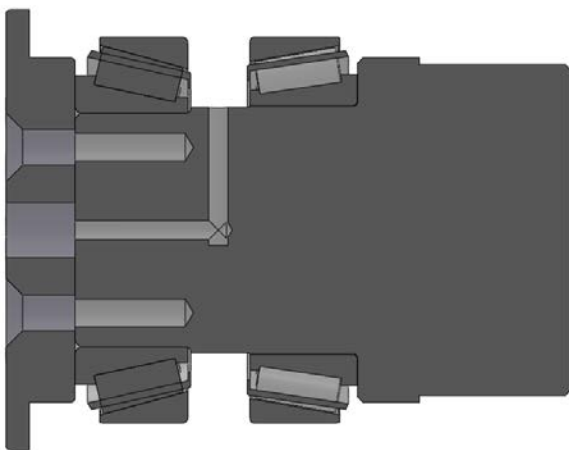

Figure 3.3.1-Position des paliers côniques
9. Placez les **paliers coniques** neufs autour de la cheville axiale et dans le logement comme indiqué sur la figure 3.3.1.